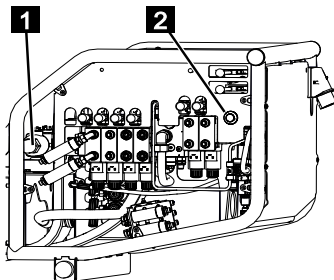

Fig. 171
3. Enfoncer la vanne [Plateforme] (Fig.171/1) et la verrouiller dans le sens des aiguilles d'une montre.
4. Appuyer sur le bouton [Commande de secours] (Fig.171/2) et le maintenir enfoncé.